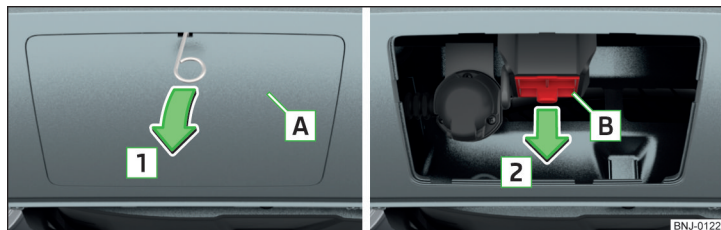

Fig. 154 Afmontering af dækkappe: på den bageste stødfanger / til holderen
➤ Tag dækkappen **A** » Fig. 154 af i pilens retning **1** ved hjælp af den bøjle, der hører til bilens værktøj, og som bruges til at trække hjulkapsler af med » Side 165.
Opbevar kapperne **A** og **B** » Fig. 154 et egnet sted i bagagerummet efter afmonteringen.
- > Sæt dækkappen » Fig. 154 på side 128 på modsat pilens retning .
- > Sæt dækkappen » Fig. 154 på side 128 på ved afmærkningerne på det nederste område af stødfangeren.